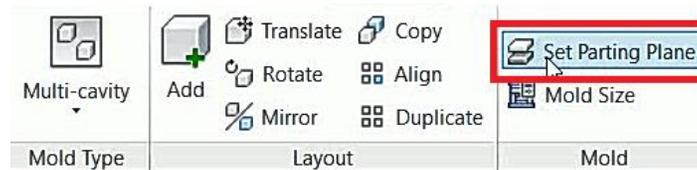
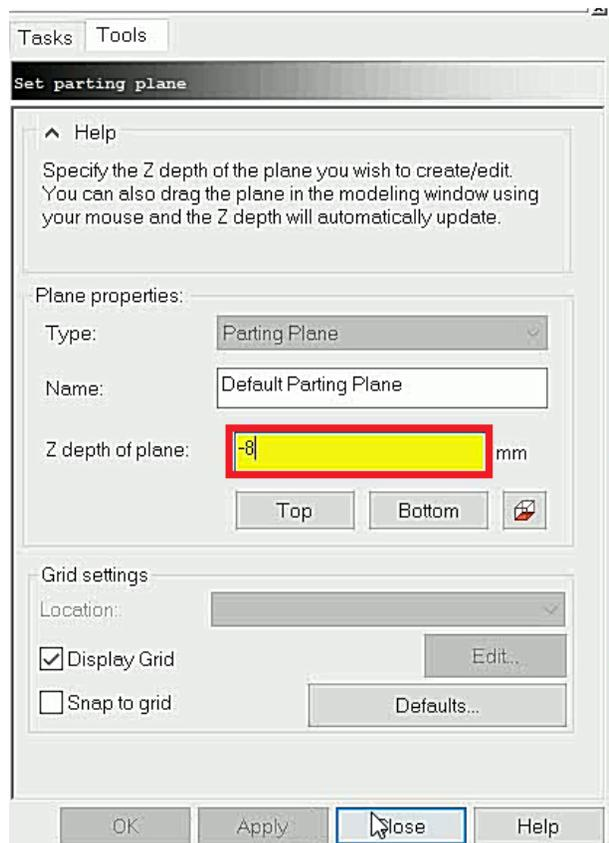

Figura 6.60 Colocar plano de partición.
Figura 6.61 Profundidad del plano de partición.
- En el menú superior, en la sección de **Mold**, dar click en **Set Parting Plane** (Figura 6.60) el cual se colocará a una profundidad de Z=-8mm (Figura 6.61).